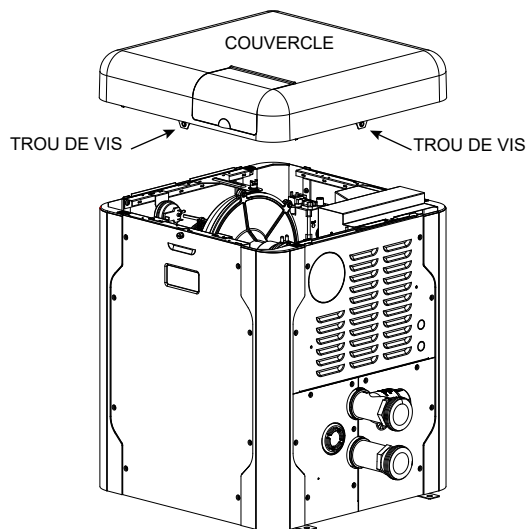

Figure 34. Retrait du couvercle de l'appareil
Pour faire pivoter le couvercle, retirez les (2) vis moletées qui l'unissent à la paroi de l'appareil, comme indiqué ci-dessous. Faites pivoter le couvercle à la position désirée et réinstallez les vis moletées pour le fixer à la paroi de l'appareil. Voir Figure 34, page 27.
1. Retirez les vis moletées des faces avant et arrière. Voir **Figure 34**. Déposez le couvercle à l'écart pendant l'entretien.